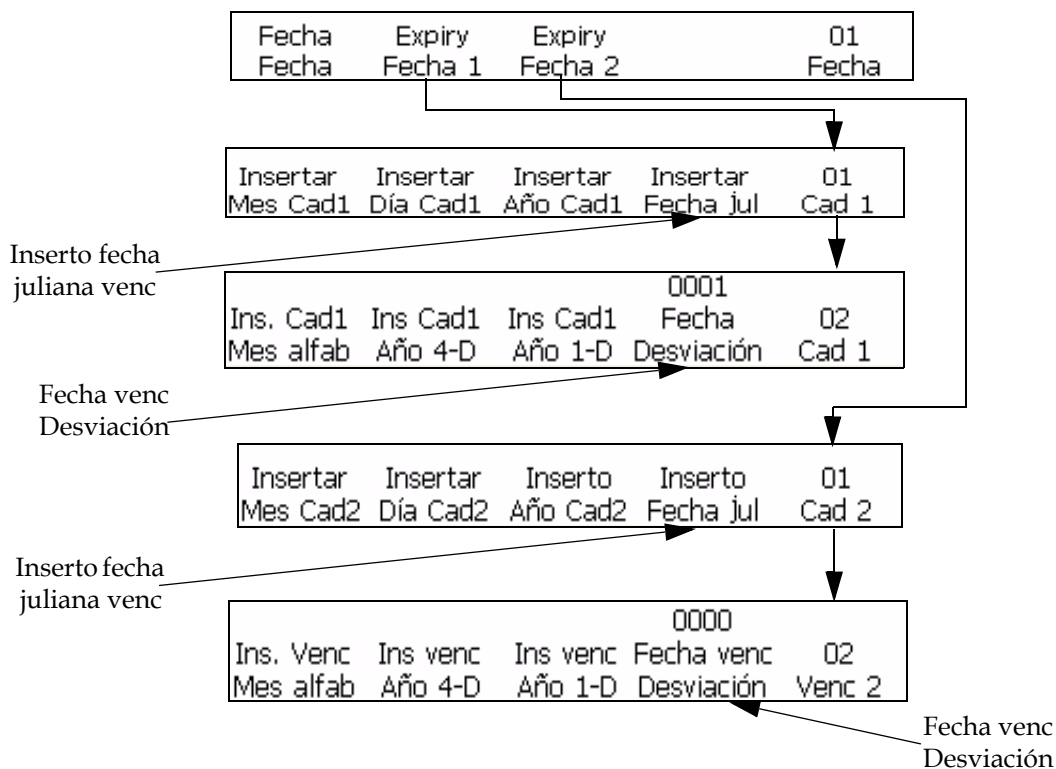

Figura 5-46: Marcos <01 Exp 1> y <01 Venc 2>
- 1 Comience en el marco <01 Exp 1> (01 Edición > 02 Edición - Insertos > 01 Inserto - Fecha > 01 Fecha - Expiry Dates 1 > 01 Exp 1). Consulte la Figura 5-46.